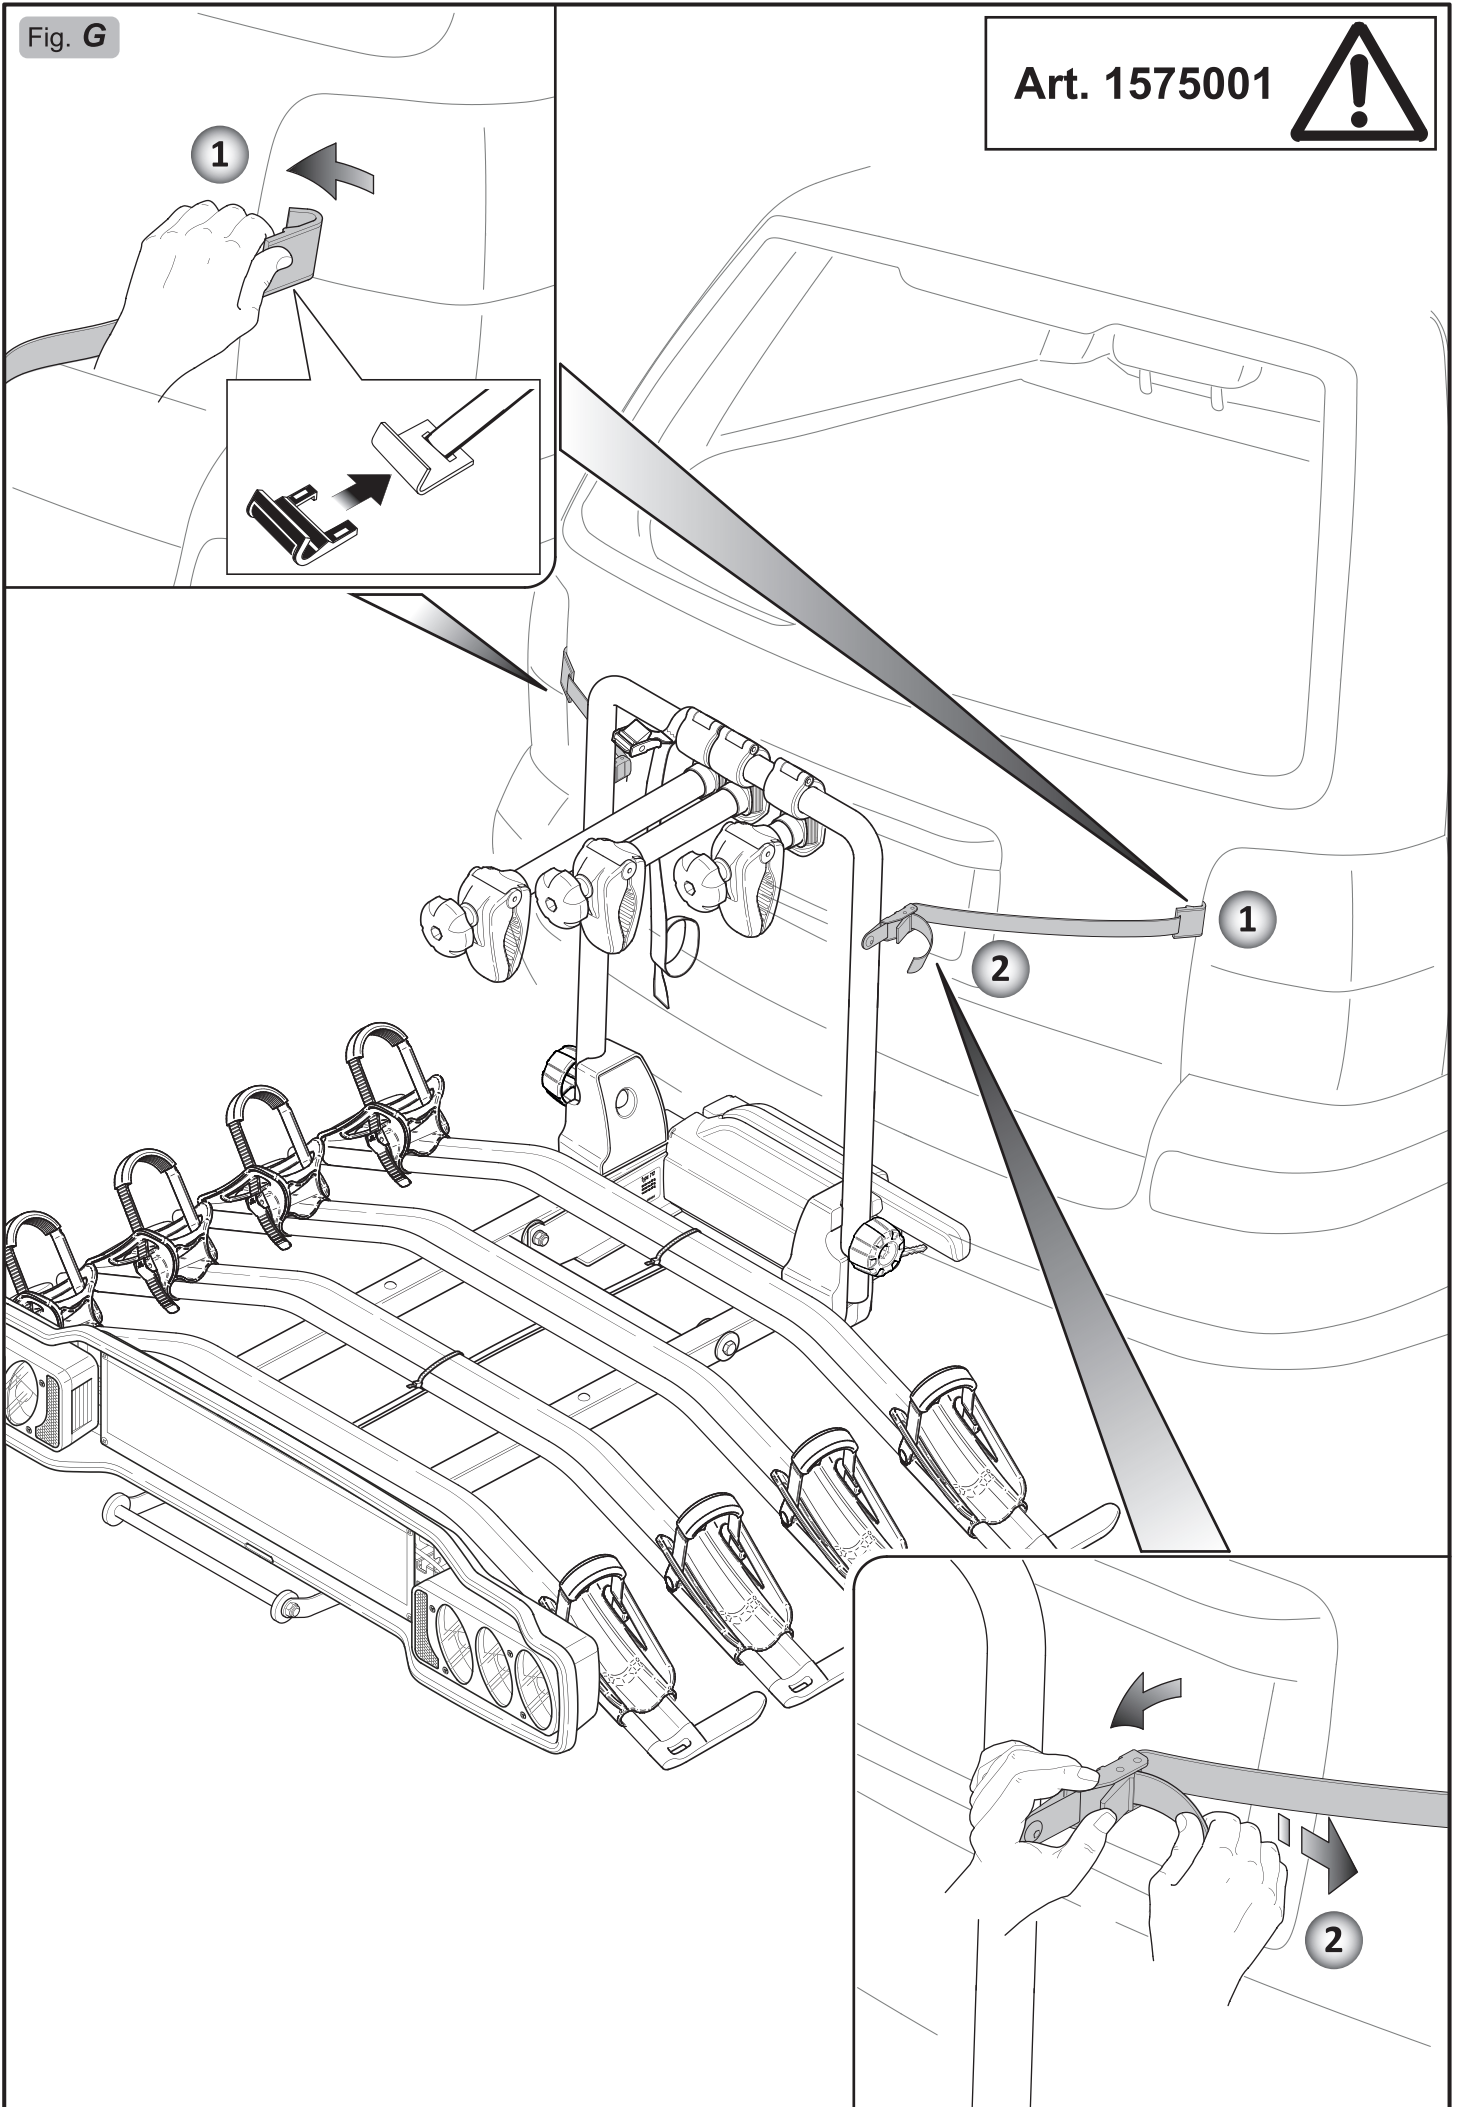

Fig. H2
**IMPORTANTE:** Per trasportare in sicurezza il carico il portabici è fornito di una cinghia che deve legare tutte le bici all'arco di fissaggio. Assicurarsi, tendendo sufficientemente la cinghia, che essa sia montata correttamente (**4 Fig. H2**).